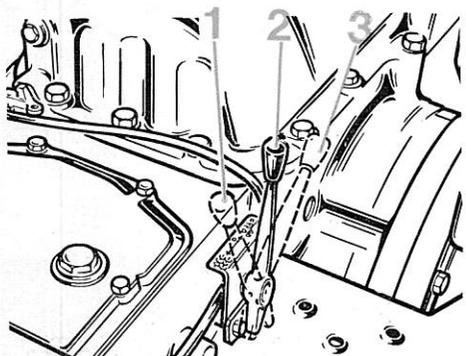

FIG. 21
Nota : Lorsque la prise de mouvement n'est pas utilisée, laisser la poignée en position embrayée (2), le levier de crabotage étant bien entendu au point mort (voir fig. 21).